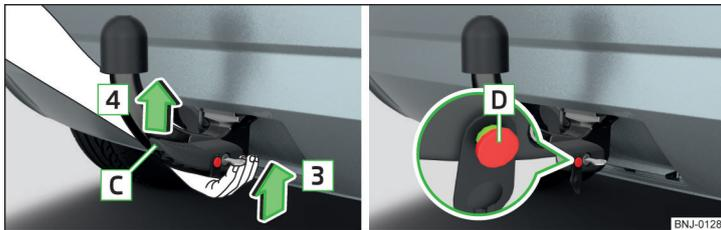

Fig. 155 Colocar o gancho de reboque / pino de disparo em estado estendido
- Agarre o gancho de reboque **pelo lado de baixo** » Fig. 155 e introduza-o na cavidade de encaixe em sentido da seta **3** até engatar audivelmente » **!**.